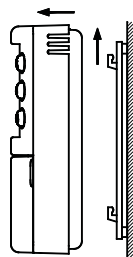

Fig. 1
1. Desenganchar la placa a muro unida a la base del cronotermostato como se indica en la Fig. 1.